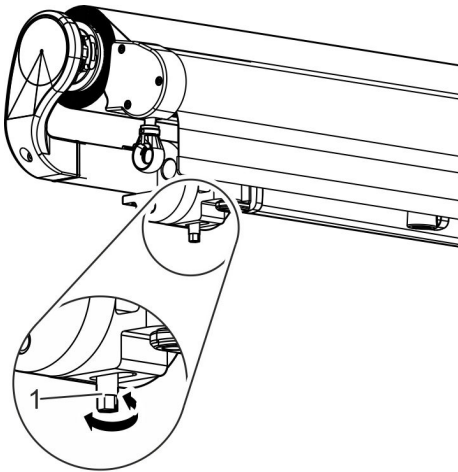

Abb. 17: Neigungsverstellung
3. ➤ Über Gewindehülse SW 10 (Abb. 17/1) an allen Gelenkarmen die Neigung einstellen.